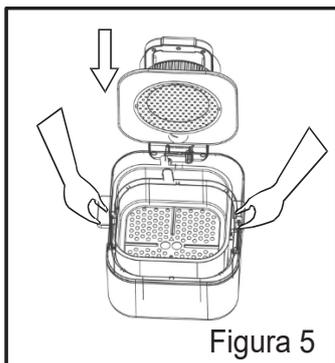
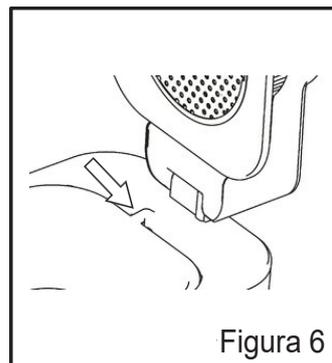

Figura 5
Figura 6
- Sujete el asa de la olla interior con ambas manos y bájela paralelamente al interior del cuerpo del horno (véase la figura 5), de forma que la pieza limitadora de la olla interior quede correctamente colocada en la ranura del cuerpo del horno (véase la figura 6).